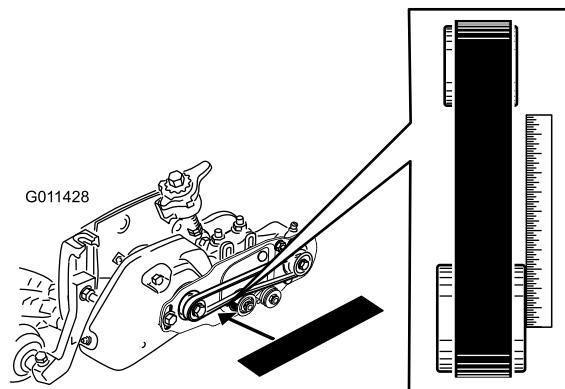

Bild 35
- Legen Sie eine Abziehlatte um die Außenseite der **Antriebsspannscheibe** (**Bild 35**).